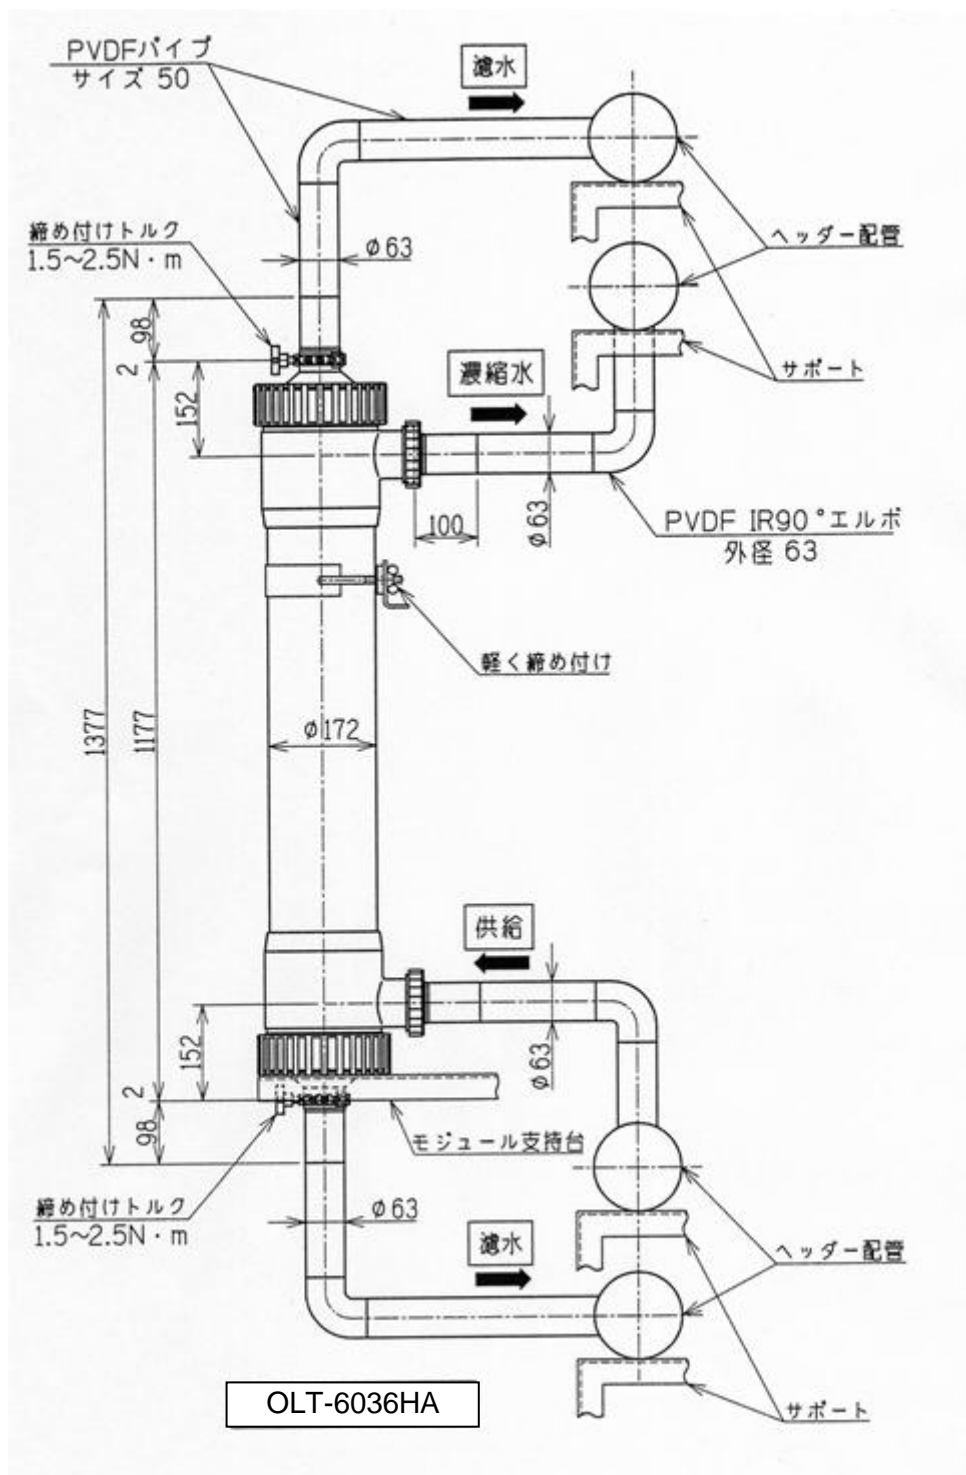

図 6-1 モジュールの固定方法
- ◆ 満水時のモジュールの重量は、1本あたり約32kgになります。このため、モジュールをラックに固定する際、配管のみでモジュールを固定するとモジュール本体および配管に過大な負荷がかかります。モジュールは図6-1および6-2を参考に支持台等で受けるようにして下さい。
- ◆ 図6-1に示したように、モジュール下部ナット部分を、支持台を設けて支えるようにして固定して下さい。転倒防止のための固定は、モジュール本体部をバンド状のもので軽く均一に締め付けて下さい。尚、図6-1は標準品のモジュール寸法の場合です。
- ◆ モジュールとの接続パイプは、図6-1の通りエルボを用い、かつサポートレスでの施工をお勧めします。モジュール取り付け箇所への負荷集中を防ぐために効果的です。尚、パイプのサポートは、ヘッダーパイプ部分でとることをお勧めします。